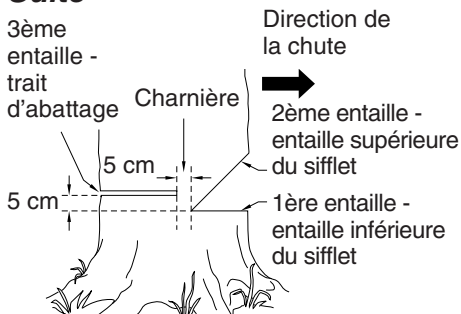

Figure 12 - Abattage d'un arbre
Un sifflet d'abattage correctement placé permet de déterminer la direction de la chute de l'arbre. Placer le sifflet d'abattage du côté de l'arbre où l'on veut qu'il tombe. (Voir la figure 12, page 11.) Procéder de la façon suivante pour faire le sifflet.
1. Faire l'entaille inférieure aussi près du sol que possible. Tenir la tronçonneuse de manière à ce que la lame-guide soit horizontale. Tailler sur 1/3 du diamètre du tronc d'arbre. (Voir la figure 12, page 11.) *Note:* Toujours commencer par faire cette entaille inférieure horizontale. Si l'on fait cette entaille en second, l'arbre risque de pincer la chaîne ou la lame-guide.
2. Entamer l'entaille supérieure au-dessus de la 1ère entaille, à une distance égale à la profondeur de cette dernière. *Exemple:* Si l'entaille inférieure a 20 cm (8 po) de profondeur, commencer l'entaille supérieure à 20 cm au-dessus de cette dernière. Scier vers le bas à un angle de 45°. L'entaille supérieure doit rencontrer l'extrémité de l'entaille inférieure. (Voir la figure 12, page 11.)
1. De l'autre côté de l'arbre, faire le trait d'abattage à 5 cm (2 po) au-dessus de l'entaille inférieure du sifflet. (Voir la figure 12, page 11.) Faire le trait parallèle à l'entaille inférieure.
⚠ AVERTISSEMENT : Ne pas scier l'arbre complètement. Laisser environ 5 cm (2 po) de bois non scié directement derrière le sifflet d'abattage. (Voir la figure 12, page 11.) Cette partie non sciée sert de charnière. La charnière empêche l'arbre de se tordre et de tomber dans la mauvaise direction.